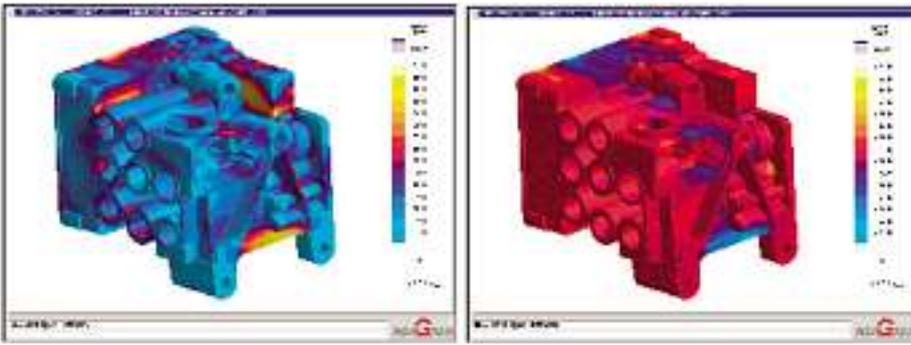

Bild 5: Simulation von Eigenspannungen und Verzug
- Numerische Simulation (**Bild 5**) von Verzug und Eigenspannungen in Gussteilen (FFG/SFG)